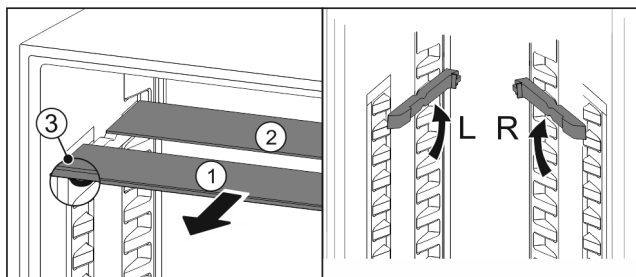

Fig. 98
- Træk glaspladerne ud enkeltvis fremad Fig. 98 (1).
- Glaspladen Fig. 98 (1) med pyntelisten ligger foran.
- Stoppene Fig. 98 (3) peger nedad.